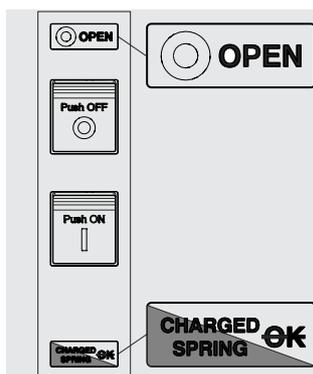

Figura 85
- Interruttore aperto con molle cariche e non pronto alla chiusura (vedi Figura 85). Questa stato si verifica nei seguenti casi: